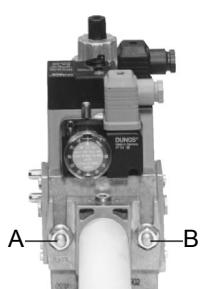
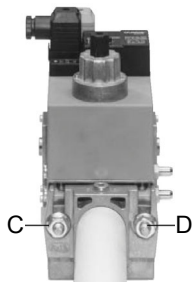
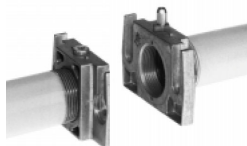

Рис. 2
Рис. 3
Рис. 4
- 2 Поднимите пластину с помощью винтов, как показано на рис. 2
3. Затянуть винты A, B, C и D (Рис. 2 - Рис. 3), соблюдая дистанции монтажа (Рис. 4);